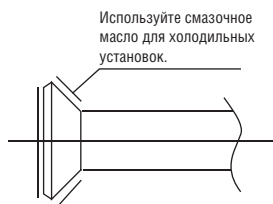

Рис. 24
- 2) Смажьте поверхность конуса и гайки маслом для холодильного оборудования и заверните гайку руками на 3–4 оборота, прежде чем затягивать ее ключом (см. рис. 24).